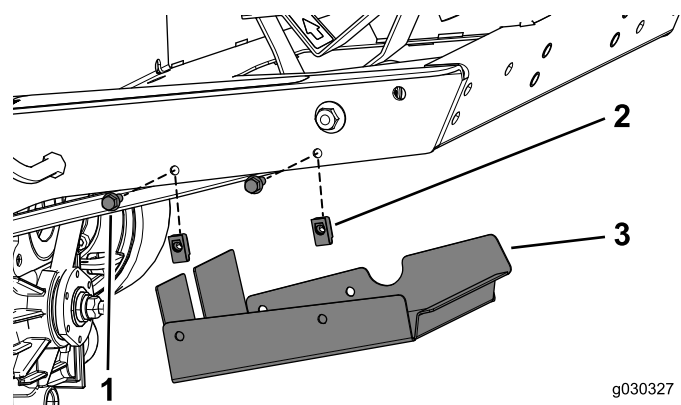

Figura 7
3. Monte temporariamente a cobertura do pedal utilizando os 2 orifícios perfurados no passo anterior, os 2 parafusos (5/16 x 3/4 pol.) e 2 porcas de clipe (Figura 7).